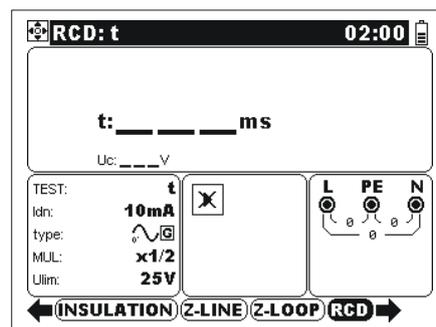

Abb. 5.12: RCD-Prüfung
- Schließen Sie die Prüfleitungen an die zu prüfende Anlage an (siehe Abb. 5.12).
<ul style="list-style-type: none"> <input type="checkbox"/> Wählen Sie die RCD-Funktion. <input type="checkbox"/> Stellen Sie Unterfunktion AUTO ein. <input type="checkbox"/> Stellen Sie Prüfparameter (falls notwendig) ein. <input type="checkbox"/> Schließen Sie den Prüfkabel an das Instrument. <input type="checkbox"/> Schließen Sie die Prüfspitzen an die zu prüfende Anlage an (siehe Abb. 5.12). <input type="checkbox"/> Drücken Sie die TEST-Taste. 	Beginn der Prüfung